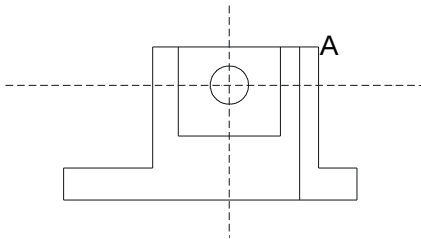

图 4-6-4
STEP 02 使用 LINE 命令绘制座体内部边线，如图 4-6-4 所示。其具体操作如下：
基点：点取 A 点，如图 4-6-4 所示